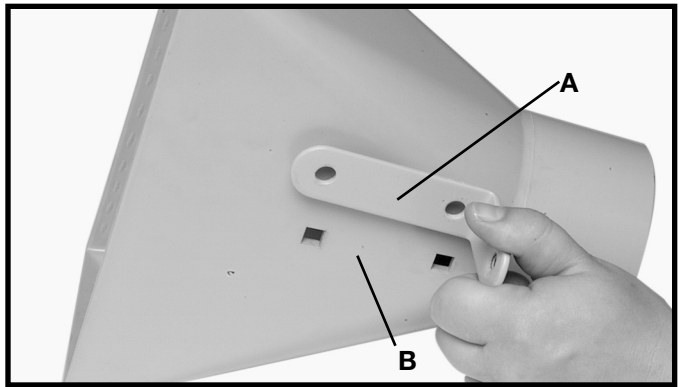

Fig. 10
4. Alinee los dos agujeros del anclaje del angular del soporte de la entrada (A), Fig. 10, con los dos agujeros del embudo de entrada (B).